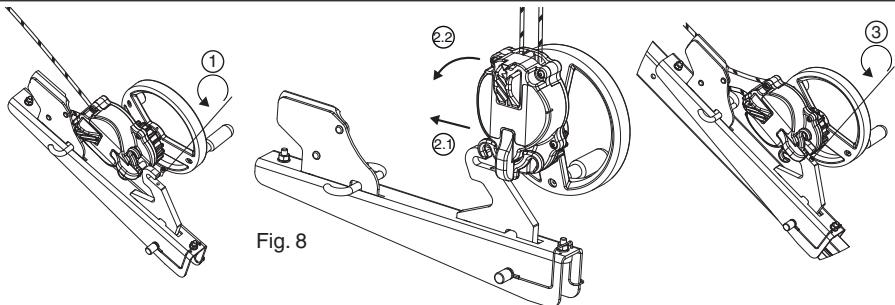

Fig. 8
### 6.3.4 DEROPE™ UP R apparat (Fig. 8, 9 og 10)
DEROPE™ UP R apparatet skal fastgøres på benet på TRACPODE™ trefoden fra Tractel® som vist på fig. 8. Enhver anden fastgørelse til et andet punkt på TRACPODE™ trefoden fra Tractel® er forbudt.
1. Losn blokeringskruen til tilkoblingskrogen på konsollen til DEROPE™ UP R apparatet (fig. 8, 1).
2. Installer DEROPE™ UP R apparatet på tilkoblingskrogen (fig. 8, 2.1 – 2.2).
3. Skru blokeringskruen fast for at forhindre apparatet i at blive adskilt fra konsollen (fig. 8, 3) og kontrollér, at den sidder korrekt og er spændt godt fast.